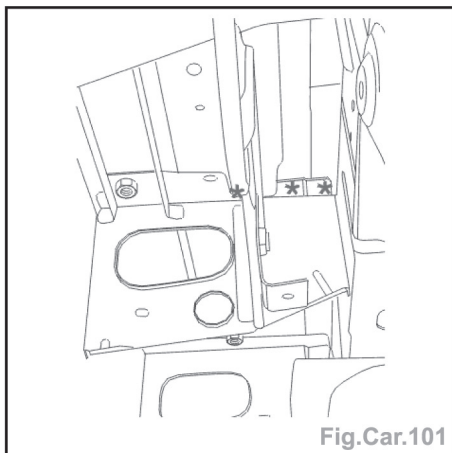

Fig.Car.101
- Découper par fraisage des points (Fig.Car.101).